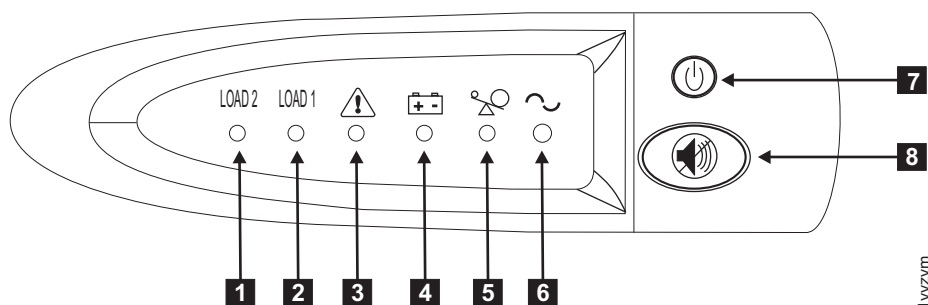

図 17. 2145 UPS-1U のフロント・パネル・アセンブリー
8. オン/オフ・ボタン (図 17 の **7**) を約 5 秒間押したままにします。オン/オフ・ボタンを押すのに、先が尖った道具 (ねじ回しなど) を使用する必要があります。2145 UPS-1U が自己診断テストを行う間、フロント・パネル・インディケータは始動シーケンスを循環します。